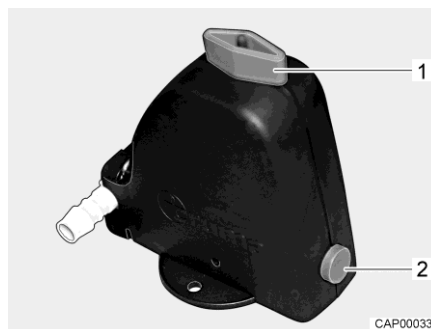

Fig. 258 Válvula de seguridad/purga (Truma)
- Abrir la válvula de seguridad/purga (Truma). Para ello, girar el botón giratorio (Fig. 258,1) a la posición longitudinal en referencia a la válvula de seguridad/purga. El botón (Fig. 258,2) salta hacia fuera.